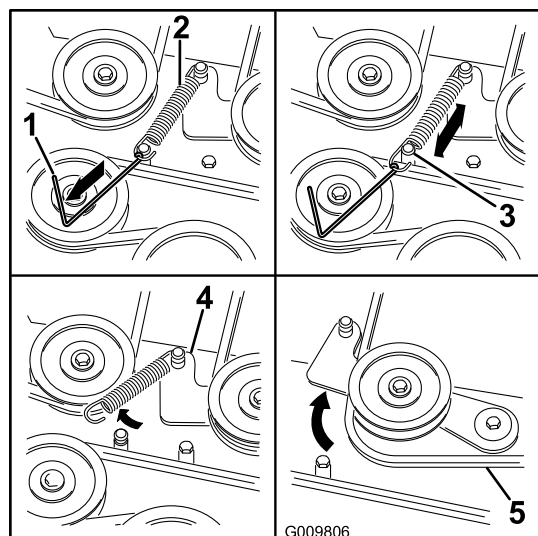

Figura 74
7. Utilize um removedor de molas (peça Toro n.º 92-5771), retire a mola intermédia por cima do gancho da plataforma para eliminar tensão da polia intermédia (Figura 74).
10. Instale a nova correia em torno das polias do cortador e da polia da embraiagem sob o motor (Figura 74).
11. Utilize um removedor de molas (peça Toro n.º 92-5771), instale a mola intermédia por cima do poste da plataforma para colocar tensão da polia intermédia e na correia do cortador (Figura 74).